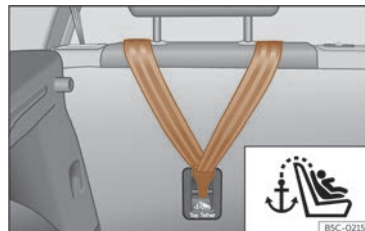
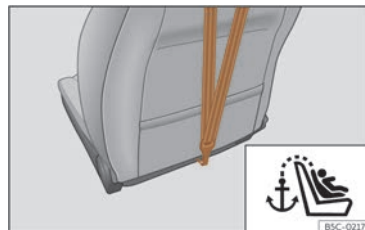

Fig. 46 Parte posterior dos asentos traseiros: ancoraxe para o cinto Top Tether.
Fig. 47 Parte posterior do respaldo do asento do acompañante: ancoraxe para o cinto Top Tether.
- Deslice a correa e fíxela correctamente coa áncora da parte traseira do respaldo >>> **fig. 46**, >>> **fig. 47**.